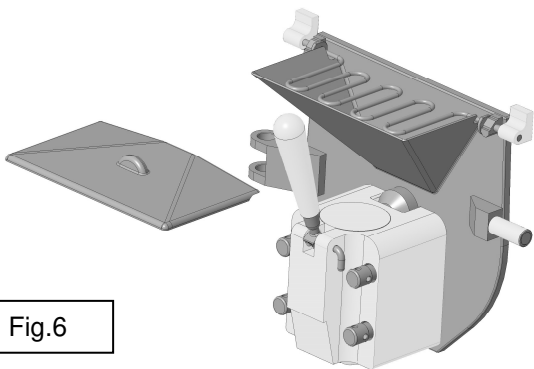

Fig.6
1. Enlever le couvercle de la trémie (Fig.6).